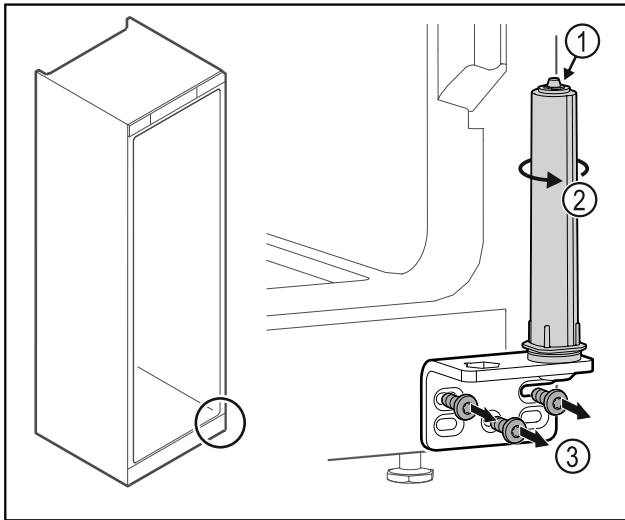

Fig. 28
- Deursluitsysteem niet uit elkaar halen Fig. 28 (1).
- ▶ Sluitsysteem Fig. 28 (2) draaien tot het klikt.
- ▶ Scharnierhoek Fig. 28 (3) losschroeven.